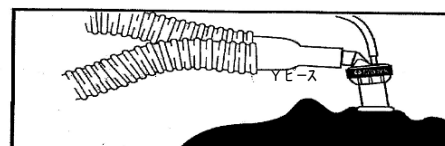

図 2
- (1) 本品を人工気道と呼吸回路の Y ピースの間に接続する。(図 2 参照)
- (2) 結露の蓄積を防ぐために、人工鼻の患者側ポートは気管チューブコネクタより高い位置にする。
- (3) 蛇管は人工鼻より低い位置にすること。
- (4) サンプリングポート(ヒューミディベントマイクロ+の場合はルアーロックポート)にガスサンプリングチューブを接続する。